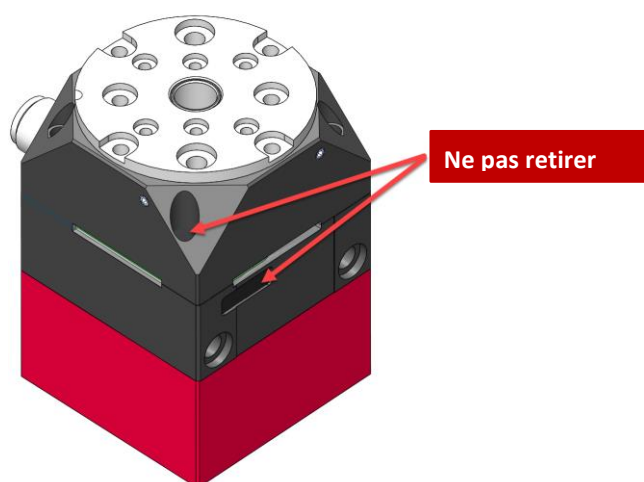

Fig. 4 Protections en caoutchouc sur le SREH-50-IOL
- Les protections en caoutchouc (Fig. 4) ne doivent pas être retirées !